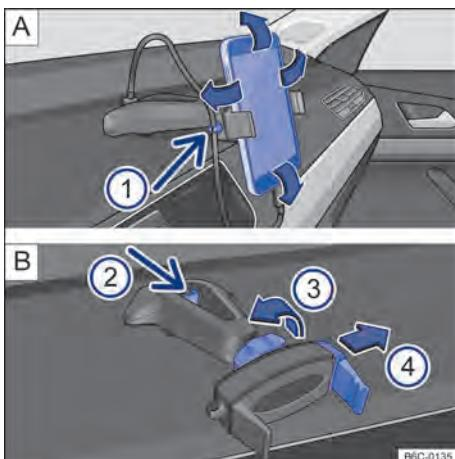

Fig. 170 No console central: suporte para telefone celular e ajustes.
- Segurar o suporte com uma mão e pressionar o botão de destravamento → **Fig. 170** B (2) (seta).
- Com a haste → **Fig. 170** B (4) deslocar no sentido da seta, e instalar o telefone celular no alojamento.
- Com a outra mão deslocar a haste → Fig. 170  (4) até que seja possível remover o aparelho do alojamento.
- Colocar o cabo USB na entrada carregador USB do suporte existente no painel de instrumentos → Fig. 170  (A).
- Prender o cabo no suporte → Fig. 170  (1).
- Para liberar o movimento do suporte, girar a trava → Fig. 170  (3) no sentido contrário da seta.
- Para fixar a posição, girar a trava no sentido da seta (3) → Fig. 170  até a fixação total do suporte.
O suporte para telefone celular tem garantia de 3 anos, com exceção da haste deslizante (garra) → **Fig. 170**  (4) que tem garantia de **1 ano**.